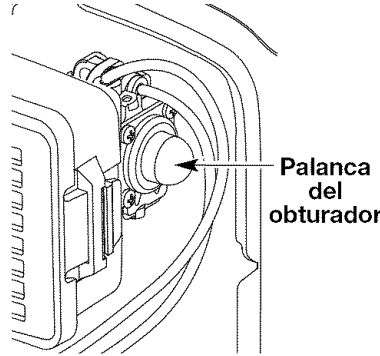

Fig. 12
ADVERTENCIA: Evite los arranques accidentales. Colóquese en posición de inicio cuando tire de la cuerda de arranque (Fig. 12). El operador y la unidad deben estar en una posición estable al arrancar la unidad para evitar graves lesiones personales.
3. Oprima completamente y libere la pera del cebador 10 veces, lentamente. Deberá verse alguna cantidad de combustible en la pera del cebador y en las tuberías de combustible (Fig. 12). Si no puede ver combustible en la pera, oprima y suelte la pera tantas veces como sea necesario hasta que vea combustible en la misma.